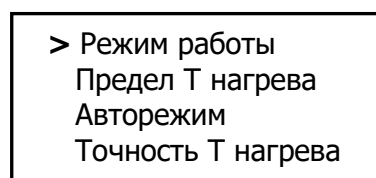

Рис. 13
7.9. Для входа в меню необходимо удерживать нажатой кнопку выбора (см. рис. 8) более 3 сек. Первая страница меню показана на рис. 13.
При перемещении курсора вниз на первой странице меню (см. рис. 13) произойдёт переход на вторую страницу меню.